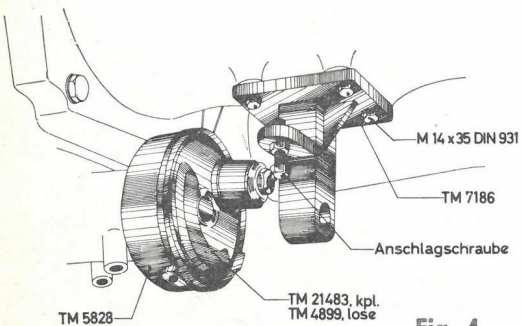
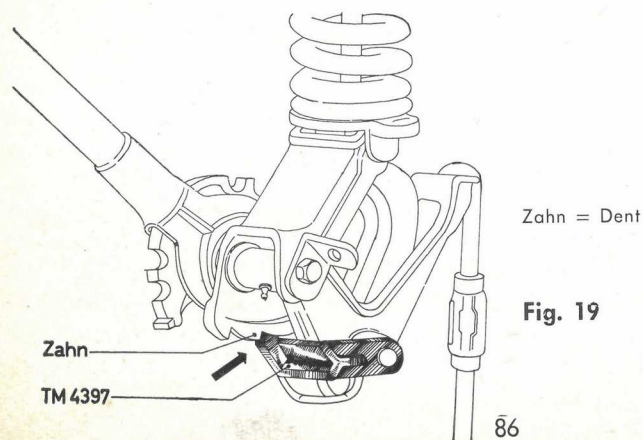

Fig. 4
Fig. 19
2. Le support de fixation avant TM 7186 se monte sous le carter d'embrayage au moyen des quatre boulons 6 pans M 14×35, vis de butée orientée vers la droite (Fig. 4). (Tractor en direction de marche.)
Monter la cloche de boîtier de protection TM 5828 sur le couvercle de palier, au moyen des quatre vis noyées M 8×25 que l'on serrera à bloc. Visser ensuite le plateau-manivelle TM 21 483 complet (TM 4899, séparé) en tournant à gauche sur l'arbre d'attaque de la faucuse (Fig. 4).
Lorsque la barre de coupe se trouve en position verticale (position de route), vérifier si le cliquet TM 4397 se trouve bien dans la dernière dent du dispositif de relevage (Fig. 19). La faucheuse sollicitant le ressort, on peut constater un certain jeu entre le cliquet et la dent. Dévisser la vis de butée du support avant (Fig. 4) afin de limiter ce jeu à 1 ou 2 mm (Fig. 19). On évite ainsi le dégagement intempestif du cliquet et l'on réalise du même coup le réglage exact de la vis de butée pour la position de coupe.